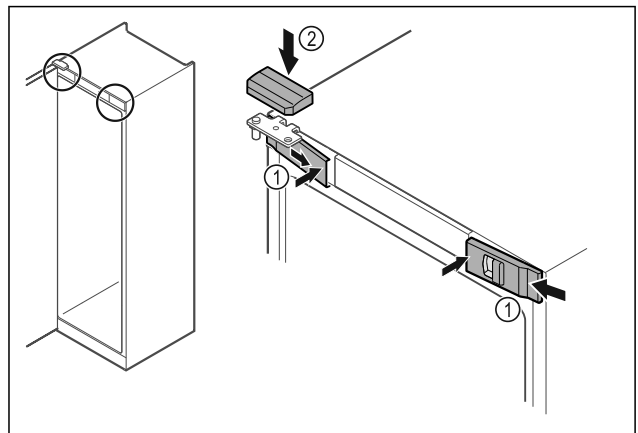

Fig. 48 *
- Bočno zakvačite prednje poklopce Fig. 48 (1) i uglavite ih iznutra.*
- Uglavite gornji poklopac Fig. 48 (2) odozgo.*